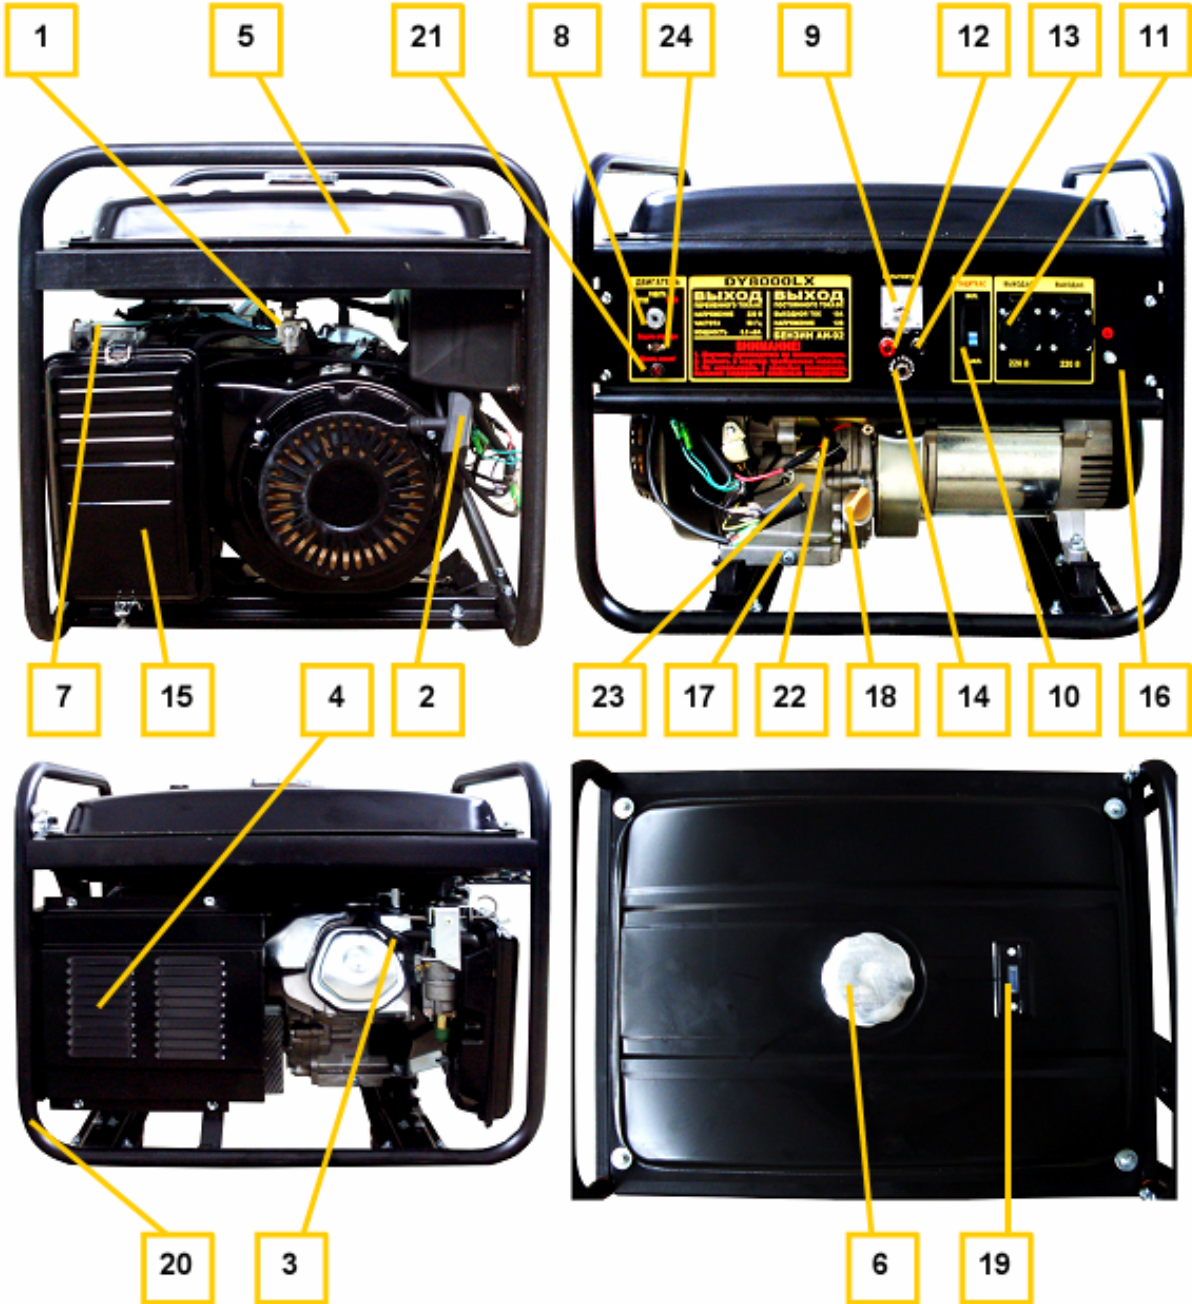
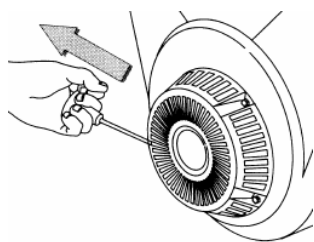

Рис. 1
Рис. 2
- Вывинтить щуп (поз.18 рис.1) и залить в картер масло соответствующего типа (таблица 2 п.8) до нижнего края горловины. Вставить чистый сухой щуп в горловину картера и вынуть его. Проверить уровень масла: граница смоченной области щупа должна располагаться между отметками минимального и максимального уровней.
- При установке генератора следует подключить к резьбовой клемме (поз.16 рис. 1) проводник заземляющего устройства, удовлетворяющего требованиям раздела «Обеспечение требований безопасности».
**Внимание!** Перед заправкой бензином, подключением аккумуляторной батареи генератор остановить (п. 5.6). В качестве топлива используется бензин марки АИ-92. При заправке бензином следует выполнить все требования раздела «Обеспечение требований безопасности». Установить лоток аккумуляторной батареи. Подключить провода аккумуляторной батареи поз. GB1 к клеммам (поз.22, 23 рис.1), строго соблюдая указанную полярность.
- Отключить все потребители переменного тока от генератора, переведя рычаг автоматического выключателя (поз.10 рис.1) в отключенное положение «0», отсоединить потребители постоянного тока от клемм (поз. 12, 13 рис. 1).
- При использовании бензина открыть топливный кран (поз. 1 рис. 1)
- При использовании бензина перевести рычаг управления воздушной заслонкой (поз.7 рис.1) в крайнее левое положение при пуске холодного двигателя и в промежуточное положение при пуске прогретого двигателя.
- Перевести выключатель двигателя (поз.8 рис.1) в отключенное положение «0».
- Плавно вытянуть до упора трос ручного стартера за ручку (поз. 2 рис. 1) и вернуть в исходное положение (см. также рис. 2).
- Перевести выключатель двигателя (поз.8 рис.1) во включенное положение «1».
- При ручном пуске придерживая генератор за раму, резко с интенсивным усилием вытянуть трос стартера до упора (рис. 2), повторив действие несколько раз при необходимости. Если двигатель не запускается, следует изменить положение рычага воздушной заслонки, сдвигая его вправо тем больше, чем выше температура двигателя и окружающего воздуха при использовании бензина или повторить кратковременное нажатие кнопки регулятора при работе на газе, затем повторить пуск с помощью стартера. Включение электрического стартера производится поворотом ключа выключателя (поз.8 рис.1) в крайнее правое положение «пуск». Сразу после пуска двигателя отпустить ключ для обеспечения его самовозврата в среднее положение. При срабатывании защиты (поз.24 рис.1) нажать сброс после остывания автоматического выключателя.
- При работе на бензине после прогрева двигателя в течение времени около 10-40 секунд, в зависимости от начальной температуры, перевести рычаг заслонки (поз. 7 рис. 1) в крайнее правое положение, если при этом двигатель работает неустойчиво вернуть рычаг заслонки (поз. 7) в прежнее положение и обеспечить завершение прогрева.
- Подключить к разъемам генератора потребители, соответствующие требованиям раздела «Обеспечение требований безопасности». Полная (сумма активной и реактивной) мощность всех подключаемых потребителей в стационарном режиме не должна превышать значений номинальной мощности, указанных в Таблице 1. Не допускается длительное превышение номинальной мощности более, чем на 10% свыше номинального значения. Включить автоматический выключатель (поз.10 рис.1), установив его рычаг управления в положение «1».
- При работающем генераторе отключить автоматический выключатель (поз.10 рис.1), отсоединить потребители постоянного тока от клемм.
- Закрыть топливный кран (поз.1 рис.1).
6.1 Наличие и величина напряжения переменного тока индицируется и измеряется вольтметром (поз.9 рис.1).
6.2 Причиной отсутствия напряжения при работающем генераторе может служить срабатывание автоматических выключателей защиты цепей от перегрузки (поз. 10, 14 рис.1). В этом случае следует устранить причину перегрузки и нажать кнопку или клавишу сброса соответствующего автоматического выключателя после его остывания.